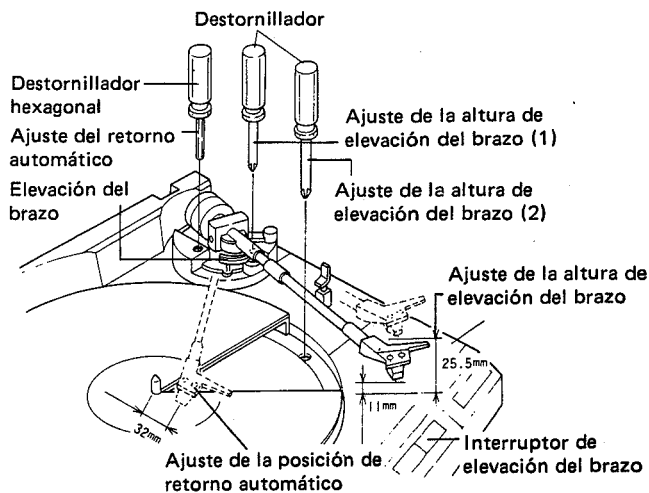

Fig. 11-1 Ajuste de la altura de elevación del brazo y ajuste del retorno automático
5. Dejar de girar el tornillo de ajuste en el punto en el que haya un espacio de 32mm entre la aguja de la cápsula y el eje central. (Fig. 11-1)